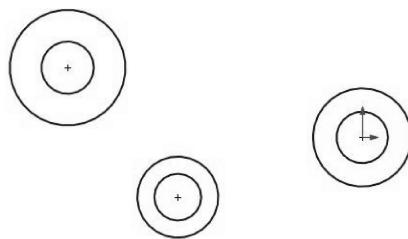

图 2-15 绘制圆
- 03 单击【圆】按钮 $\odot$ ，绘制如图 2-15 所示的 3 组同心圆，暂且不管圆的尺寸及位置。